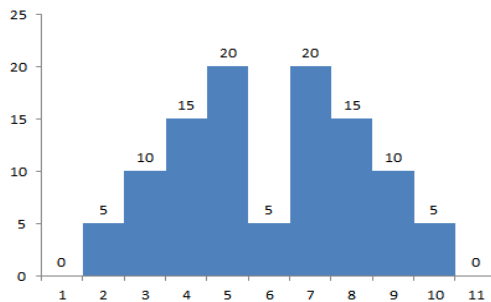

图 3-25 双峰型
(3) 双峰型：特点是两个高峰。这往往由于来自两个总体的数据混在一起所致，如可能两个线体加工的产品混在一起，不利于作数据分析，建议区分后作数据分析。如下图 3-25 双峰型直方图所示。